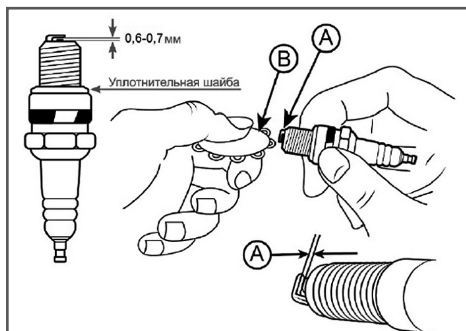

Рис. 24 Проверка зазора между электродами
4. Измерьте зазор между электродами свечи зажигания специальным щупом. Зазор должен быть 0,6–0,7 мм (Рис. 24). При увеличении или уменьшении требуемого зазора рекомендуется заменить свечу, так как регулировка зазора может привести к изменению качества искробразования.